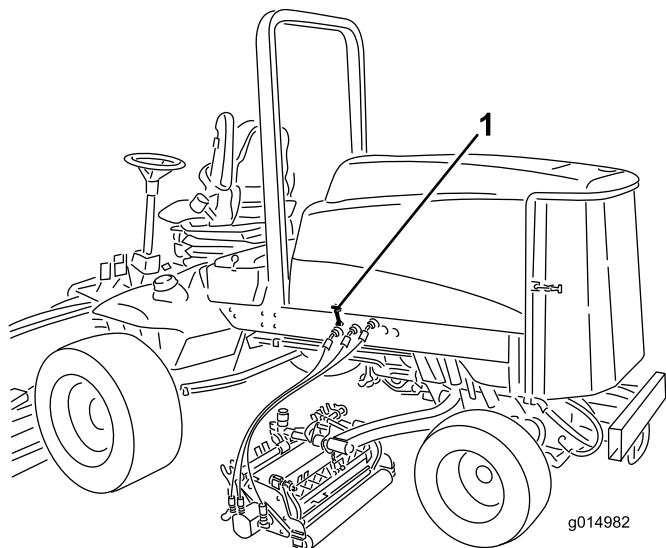

図 33
- フードのラッチを外し、フードを持ち上げる (図 33)。